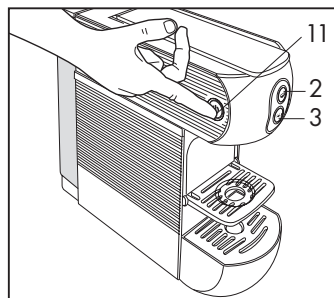

Fig. 4
- Accendere la macchina azionando l'interruttore principale (11). La macchina è accesa quando l'interruttore principale si illumina. **(Fig.4)**